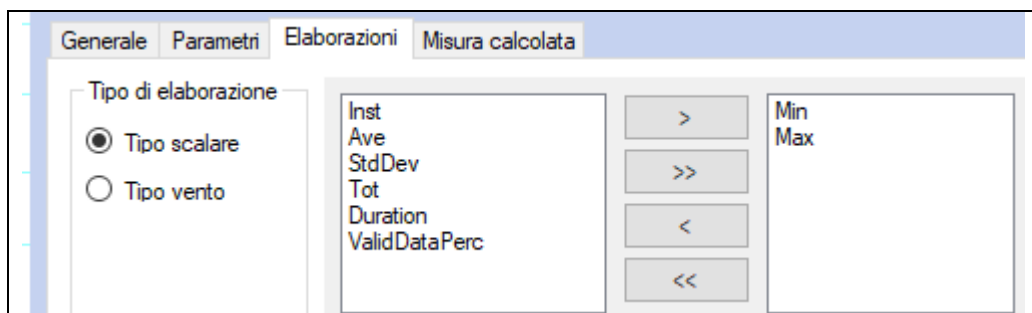

Fig. 2
5. Nella scheda *Elaborazioni* selezionare gli elementi dell'elaborazione come in Fig. 2.